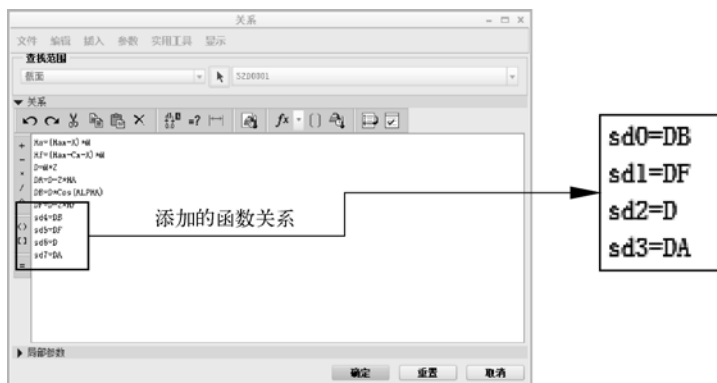

图 6-60 添加函数关系
- 接下来将参数与图形上的尺寸相关联。在图形上单击选择尺寸代号, 将其添加到“关系”窗口中, 再编辑关系式, 添加完毕后的“关系”窗口如图 6-60 所示, 其中为尺寸 sd0、sd1、sd2 和 sd3 新添加了关系, 将这 4 个圆依次指定为基圆、齿根圆、分度圆和齿顶圆。